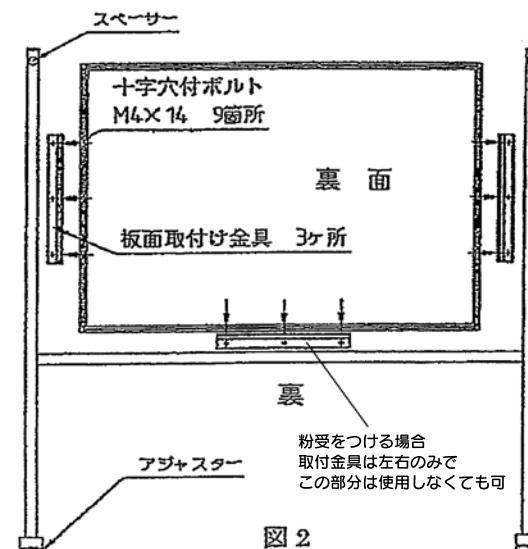

図2
- 梁パイプの上にホワイトボード本体・掲示板を乗せ、後側から板面取り付け金具で図2、図3の様に固定して本締めしてください。
3. 付属部品の④粉受取付ネジで、図2のように下面から固定穴にドライバーで締め付けて固定してください。